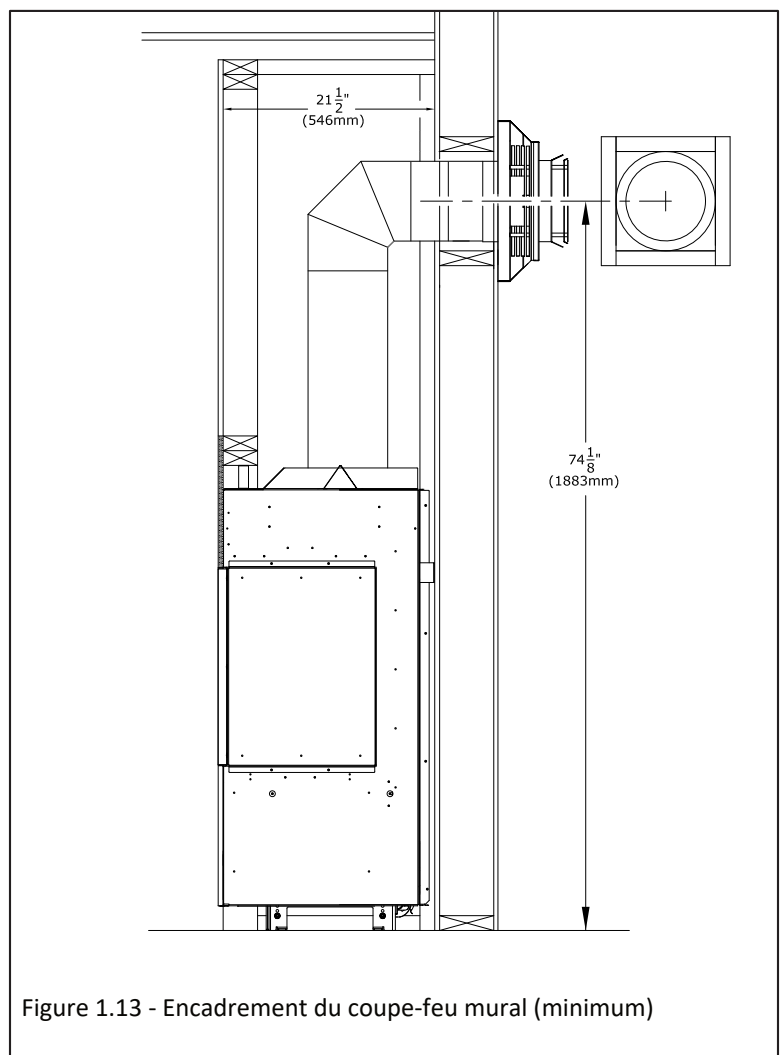

Figure 1.13 - Encadrement du coupe-feu mural (minimum)
- Voir la Figure 1.13 ci-contre pour les dimensions d'encadrement du conduit d'évacuation minimum à terminaison horizontale.
1. Mesurez la distance entre le plancher du foyer et le centre du point de traversée murale prévu du conduit d'évacuation. Les dimensions du conduit rigide de la Figure 1.13 utilisent du conduit d'évacuation Simpson DuraVent.